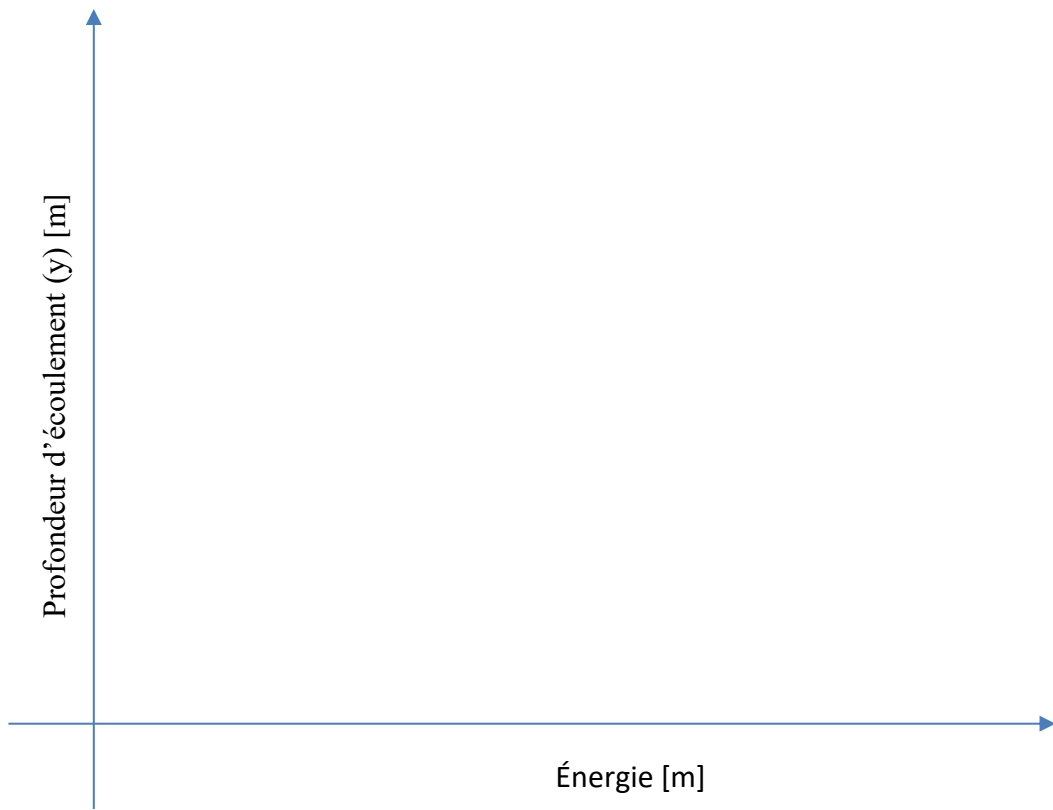

Figure 4. Graphique d'énergie spécifique
- c) *Vous devez supporter votre réponse en annotant le graphique en mettant l'énergie spécifique d'écoulement en opposition à la profondeur d'écoulement fourni à la page suivante (voir figure 4). Vous n'avez pas besoin de graduer les axes, simplement de démontrer votre sélection de la nature de l'écoulement.*